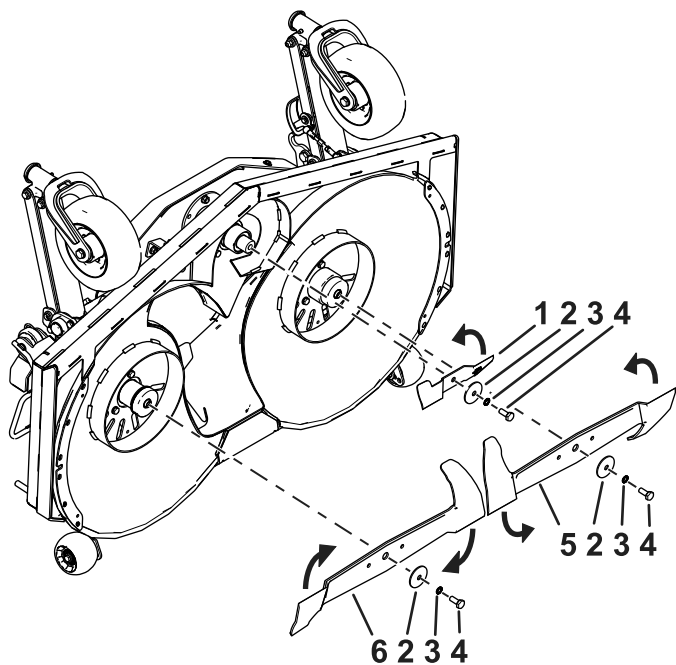
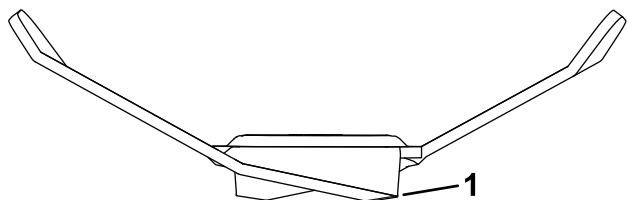

図 88
図 89
2. 刃先を点検する 図 88 と 図 89。
2. スピンドルシャフトからブレードボルト、スプリングロックワッシャ、湾曲ワッシャ、ブレードを取り外す 図 88。
- ブレードは、両端部の刃先をやすりまたは研磨機で磨く図 89。
注 図 88を参照して各ブレードの正しい取り付け位置を確認する。
- 先ほど取り外したブレードボルト、スプリングロックワッシャ、湾曲ワッシャを使ってブレードを取り付ける図 88。